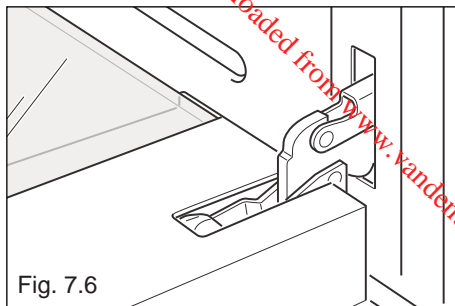

Fig. 7.6
- Verrouillez la porte en position ouverte (fig. 7.6).